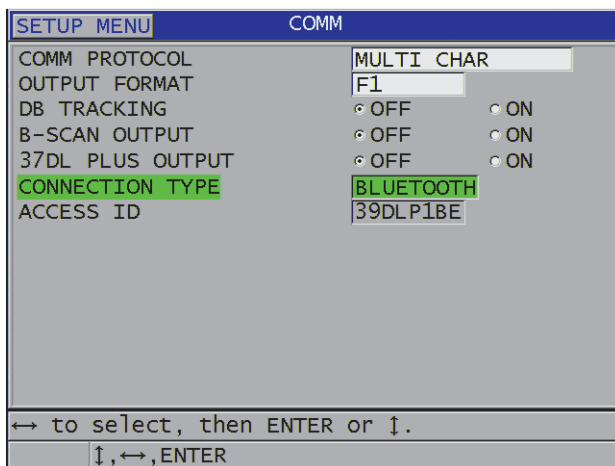

图 14-4 配置蓝牙
4. 在 **COMM**（通讯）屏幕中，将 **CONNECTION TYPE**（连接类型）设置为 **BLUETOOTH**（蓝牙）（参见第 250 页的图 14-4）。